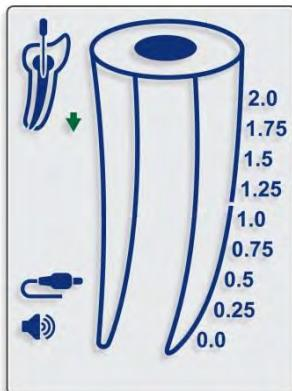

Bild 5
- 7.4.10. Filens rörelse inuti kanalen visas med hjälp av en nedåtpil (bild 5) och uppåtpil (bild 6) på skärmen.